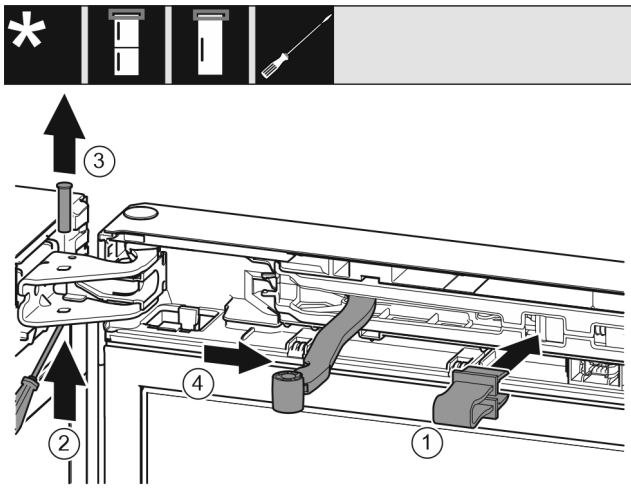

Fig. 10
- Enclencher la fixation Fig. 10 (1) dans l'ouverture.
- Dévisser l'axe Fig. 10 (2).
- Retirer l'axe Fig. 10 (3) par le haut.
- Tourner la jointure Fig. 10 (4) en direction de la porte.